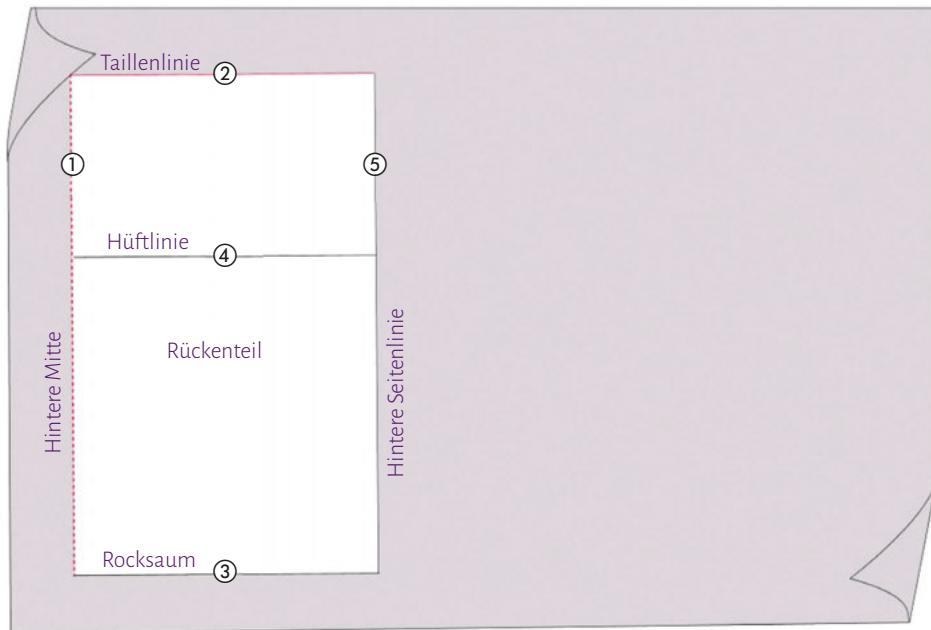

Bild 1
⑤ Um den Umriss des halben Rückenteils zu schließen, auf der Taillenlinie ab der hinteren Mitte $\frac{1}{4}$ des Hüftumfangs minus 1 cm abtragen – zur Position der Seitenlinie siehe S. 16, Bild 1 und 2. Ab diesem Punkt eine Senkrechte bis zum Rocksaum ziehen: Dies ist die hintere Seitenlinie.